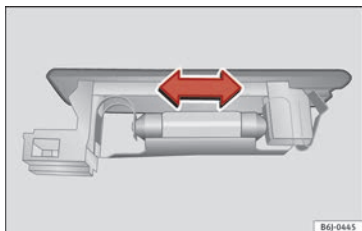

Fig. 206 Luce del bagagliaio.
- Premere lateralmente la lampada ed estrarla dalla sede » **fig. 206.**